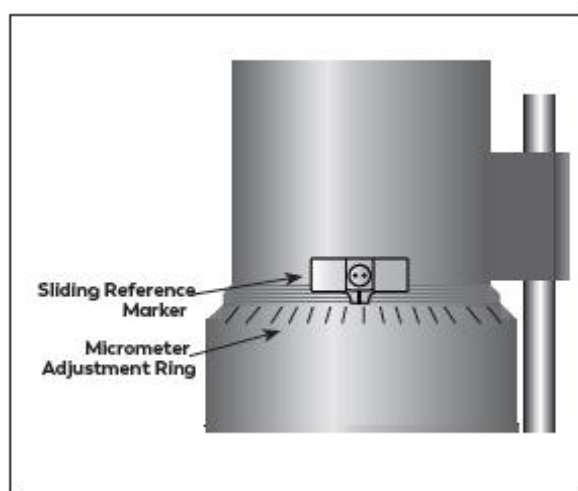

图 A-1
4. 如果接触点灯亮起(黄色)，则顺时针旋转千分尺调节环(当您向下看仪器时)，直到灯不再亮起(见图 A-1 和图 A-6)。